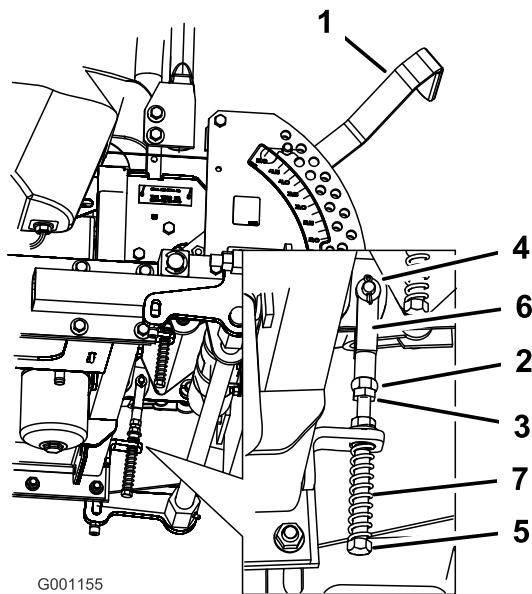

Figure 97
8. Si un réglage s'impose, desserrez l'écrou et l'écrou de blocage vissés contre la chape (Figure 97).
9. Appliquez une légère pression à l'arrière du levier, et tournez la tête du boulon de réglage dans le sens voulu pour centrer le levier à la position de VERROUILLAGE AU POINT MORT (Figure 97).
10. Serrez l'écrou et l'écrou de blocage (Figure 97).